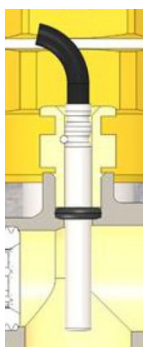

Abb. 32: Temperaturfühler lösen
3. ➤ Um den Temperaturfühler (Abb. 32) zu entfernen, die M10-Verschraubung lösen.